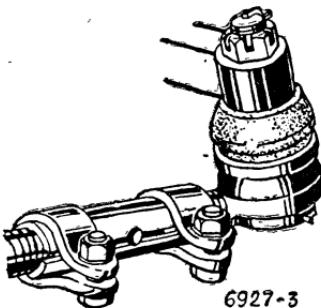

Рис. 31. Положение хомутов
3. После регулировки поверните хомуты в положение, указанное на рис. 31. Затяните стяжные болты моментом 1,5—1,8 даН·м (1,5—1,8 кгс·м).
3. Установите хомуты регулировочных трубок, как показано на рис. 31, и затяните гайки хомутов рекомендованным моментом.